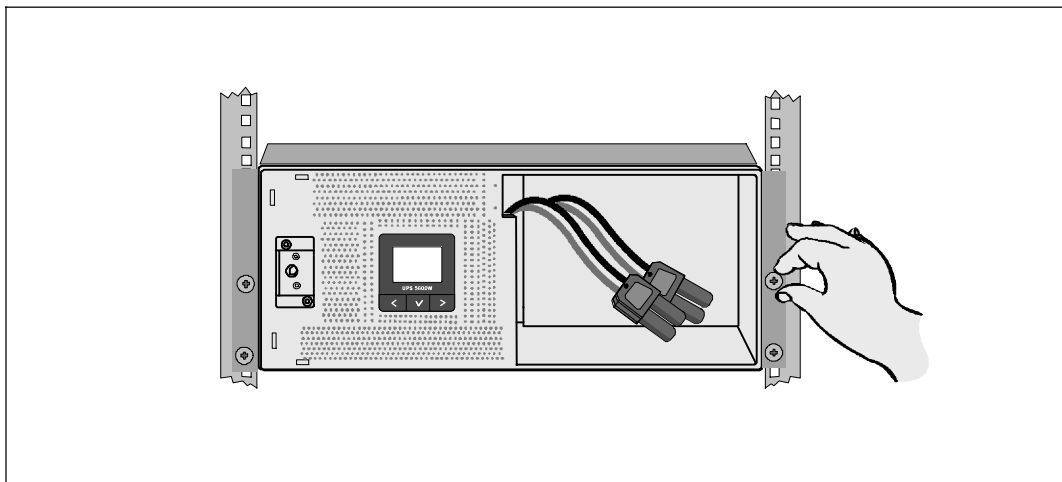

Рисунок 11. Крепеж корпуса
- 7 Закрепите переднюю сторону корпуса на стойке при помощи четырех винтов-барашков на монтажных кронштейнах (см. Рисунок 11). Затяните вручную, без использования силового инструмента. Повторите данную процедуру для всех дополнительных корпусов.